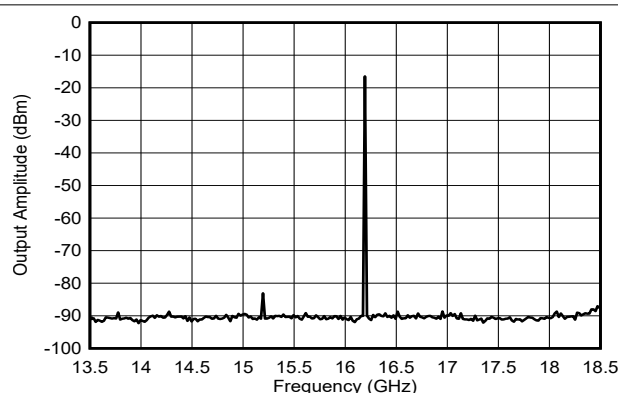
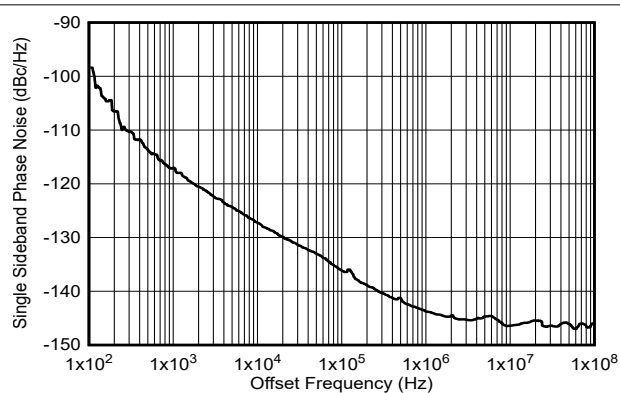

図 9-7. $f_{OUT} = 16.2\text{GHz}$ での帯域内単一トーンの周波数スペクトル
図 9-8. DAC 付加位相ノイズ (16.2GHz)
16.2GHz トーンのスペクトル純度は、図 9-7 で 5GHz スパンのフルスケールトーンで示されています。最大スプリアスは、3.16GHz 時に約 66dBc であり、これは 4th 高調波です。16.2GHz でのトーンの出力行位相ノイズを 図 9-8 に示します。